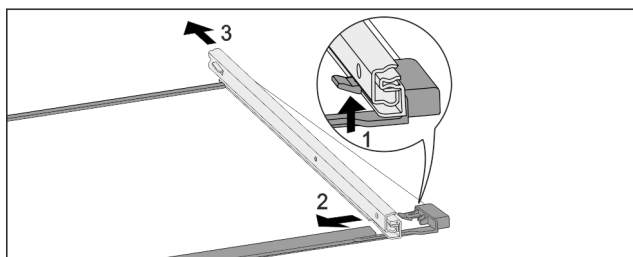

Fig. 227 Pllaka e xhamit me shinat
- ▶ Shtyni për lart grepat e kapjes në pjesën përpara. Fig. 227 (1)
- ▶ Shkëputni shinën me tërheqje në pjesën anësore Fig. 227 (2) dhe në pjesën prapa Fig. 227 (3).